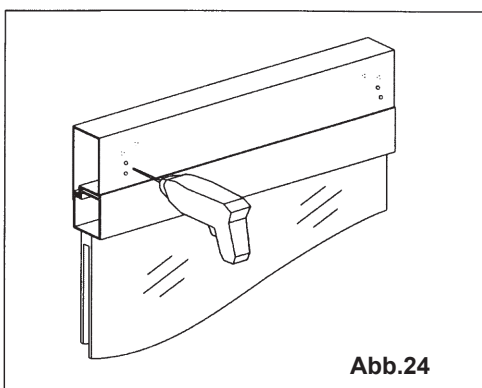

Abb.24
- 4) **Abb. 24/25-** Mit einer dazu geeigneten Bohrmaschine vier Löcher mit $\varnothing 3,7$ auf den Rahmen ausführen und den Bügel mit den zweckmäßigen Schrauben befestigen